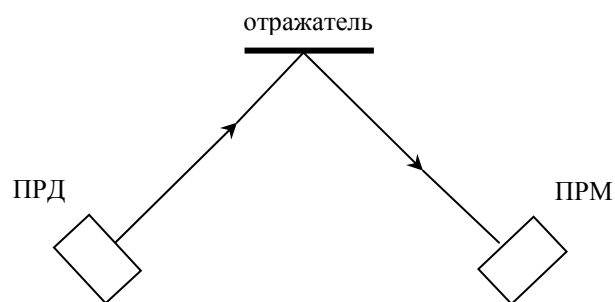

Рис.10.1
10.1. При необходимости создания излома зоны обнаружения извещатель «FMW-3Т», «FMW-3/1Т», «FMW-3/2Т» можно использовать с отражателем (рис.10.1).